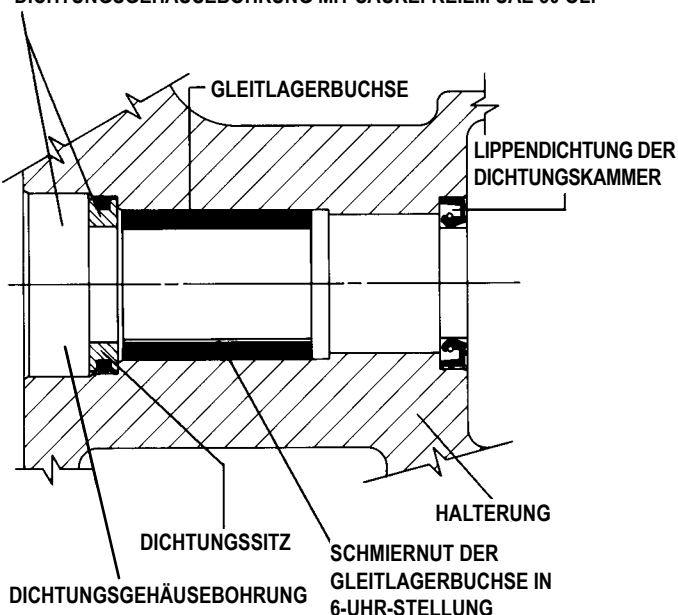

ABBILDUNG 11
2. Setzen Sie die Dichtung in die Dichtungsgehäusebohrung. Siehe Abbildung 11. Wenn Gewalt angewendet werden muß, schützen Sie die Dichtungsoberfläche mit einer sauberen Pappscheibe und klopfen Sie die Dichtung vorsichtig mit einem Stück Holz in Position.